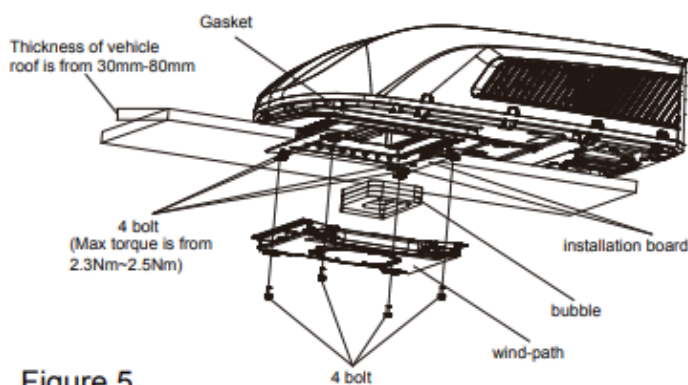

Figure 5
3. Tragen Sie dann das Außengerät auf das Fahrzeugdach und richten Sie es an den Öffnungen auf dem Fahrzeugdach aus. Verwenden Sie 2 Sätze Montageplatten und 4 Schraubbolzen, um das Außengerät zu montieren. Bei der Montage der Montageplatte müssen die Löcher der 4 langen Schrauben zunächst mit den 4 Löchern des Adapters ausgerichtet werden, und dann müssen die oberen Flächen an der Unterkante der beiden Montageplatten mit der Unterseite des Fahrzeugdachs überlappen. (Siehe Abbildung 5).
6. Bringen Sie die Schaumstoffeinheit an der Luftkanalbaugruppe an. Befestigen Sie die Luftkanalbaugruppe mit 4 Schraubenbolzen an der Montageplatte. Prüfen Sie nach dem Anschluss des Außengeräts an das Innengerät, ob sich die Schaumstoffbaugruppe gelöst hat (siehe Abbildung 5).